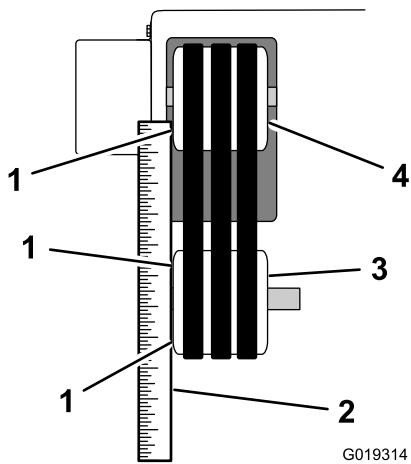

Figura 55
4. Coloque una regla contra las caras de la polea del eje de transmisión y la polea del eje del disco. Ambas poleas deben quedar enrasadas con la regla (Figura 55).
- Usando un mazo de goma, golpee la polea hacia la izquierda o hacia la derecha en el eje de transmisión hasta que la polea del eje de transmisión y la polea del disco estén alineadas con la regla (Figura 55).